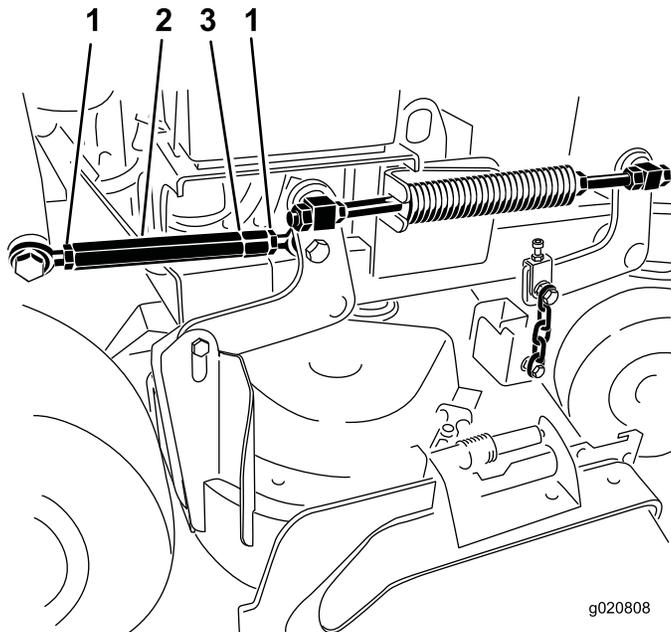

図 87
5. ターンバックルの両端にあるジャムナットをゆるめる 図 87。
注 溝付きターンバックルの端部に切り込んであるねじ山は、左ねじである 図 87。